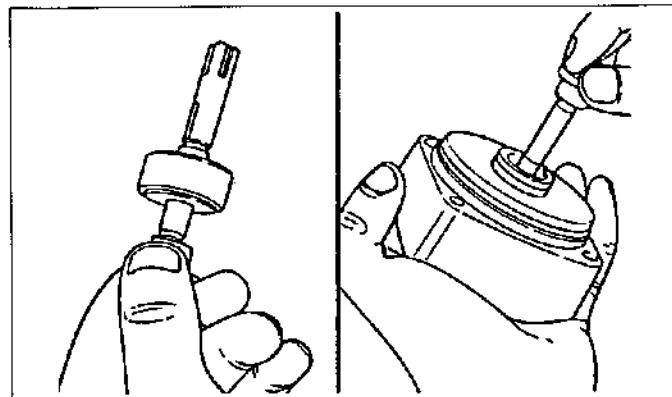

Figura.13-1 Comprobación del émbolo distribuidor (1)
(1) Extraiga el émbolo distribuidor de la cabeza de distribución y el anillo de rebose. Inspeccione visualmente el émbolo distribuidor para ver si hay desgaste, descolorido anormal, o cualquier otro daño.
(2) Compruebe el grado de movimiento libre en la carrera del émbolo distribuidor.
- a. Lubrique la cabeza de distribución, anillo de rebose, y émbolo distribuidor con aceite de prueba. (Vea la figura.13-1)